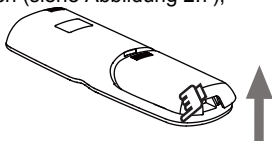

Abbildung 2.7
2) Heben Sie die Abdeckung der Batterien links unten an, um das Batteriefach zu öffnen (siehe Abbildung 2.7);